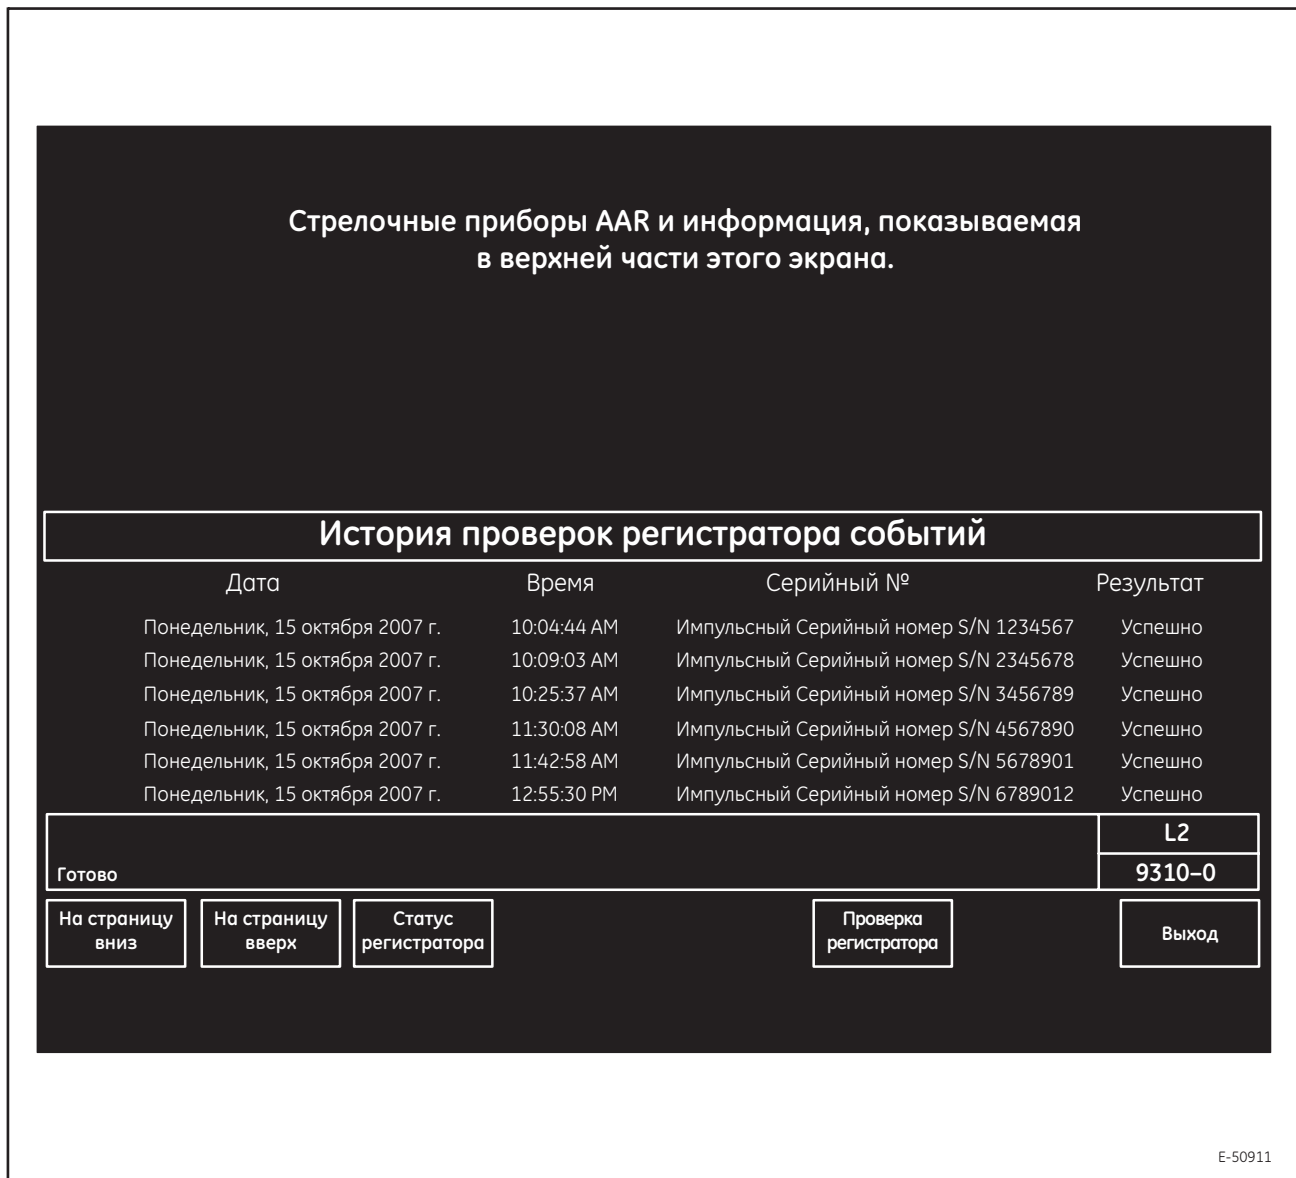

Рисунок 18. Типовой экран истории проверок регистратора событий (9310-0)
3. Сенсорная клавиша F7 (**Test History**) (История проверок) - отображает экран истории проверок регистратора событий (9310-0, Рисунок 18). На этом экране отображается история контрольных проверок, включая время и дату каждой проверки, а также серийный номер проверяемого регистратора событий.